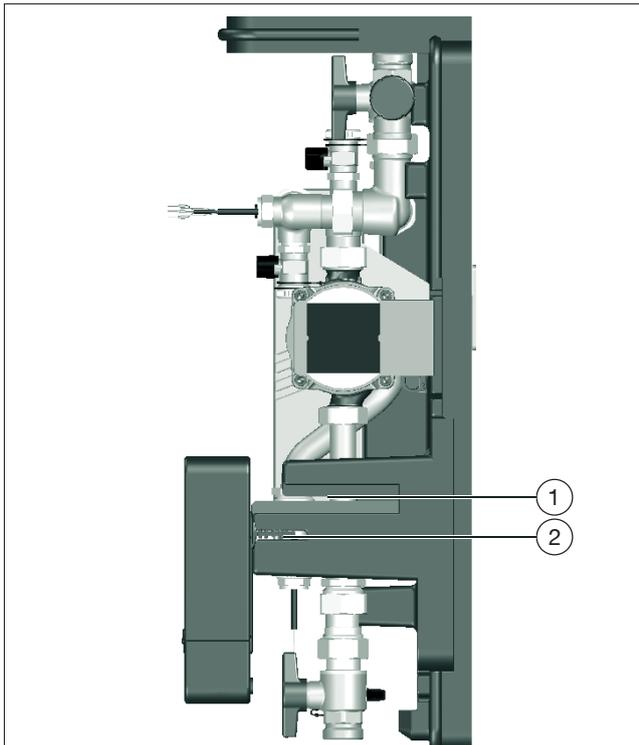

Fig. 23: Posición de instalación
2. Gire el controlador y asegúrelo en la posición de instalación como se muestra en Fig. 23.